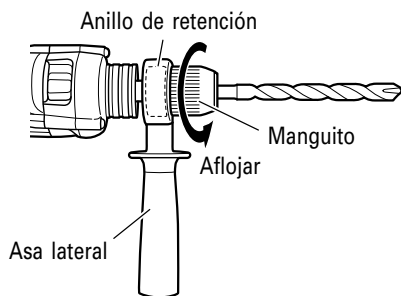

Fig. 4
Cuando el manguito no se afloje más, fije el asa lateral en el anillo de retención, sujete firmemente el asa, y después gire el manguito para aflojarlo manualmente. (Fig. 4)
9. Verifique la dirección de rotación (Fig. 4) (DV13VSS, DV16VSS sólo)